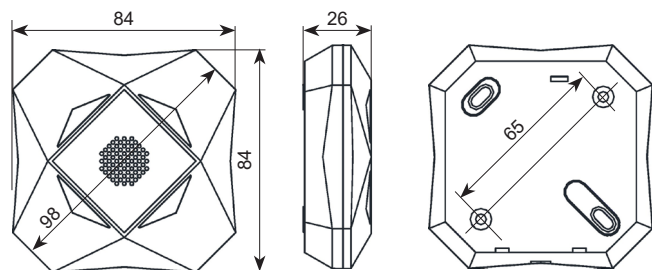

Рисунок 4
8.3 Выбрав место установки оповещателя, произведите разметку для его крепления. Для разметки может быть использовано основание оповещателя (рис.4).